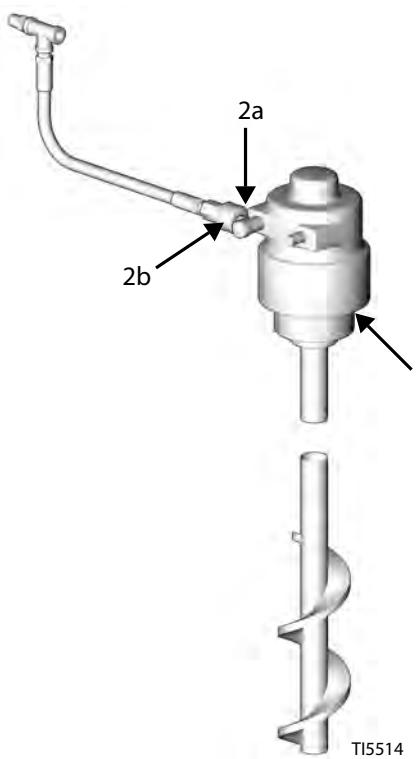

Рис. 3. Комплект смесителя
- См. Рис. 3. Установите смеситель (1) в бочку.